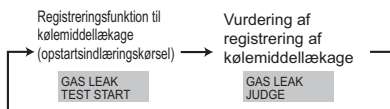

Fig. 8-2
- ② Tryk på knappen [CLOCK] (▼), og vælg [GAS LEAK TEST START] (START GASLÆKAGETEST). (Fig. 8-2)